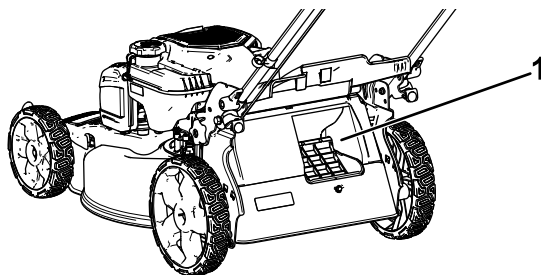

Figura 17
**Importante:** Para asegurar un funcionamiento correcto, apague el motor, espere a que se detengan todas las piezas en movimiento, y luego retire cualquier recorte de hierba y otros residuos de la tapa de embolsado a pedido y del hueco adyacente (Figura 17) antes de mover la palanca de embolsado a pedido de una posición a la otra.